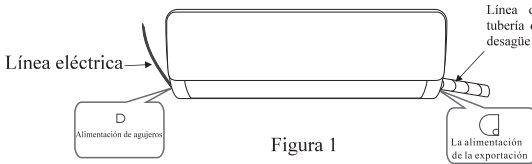
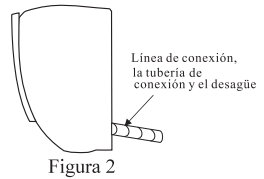

Figura 1
Figura 2
- De acuerdo con la posición relativa del cuerpo de la máquina, pueden elegir que la línea de tubería sale desde izquierda hasta derecha(figura 1) o sale verticalmente detrás del cuerpo de la máquina(figura 2)(la forma concreta de la tubería de salida necesita determinarse de acuerdo con la longitud de tubería de la máquina). La tubería de salida desde izquierda hasta derecha se necesita cotar la alimentación de la exportación correspondiente